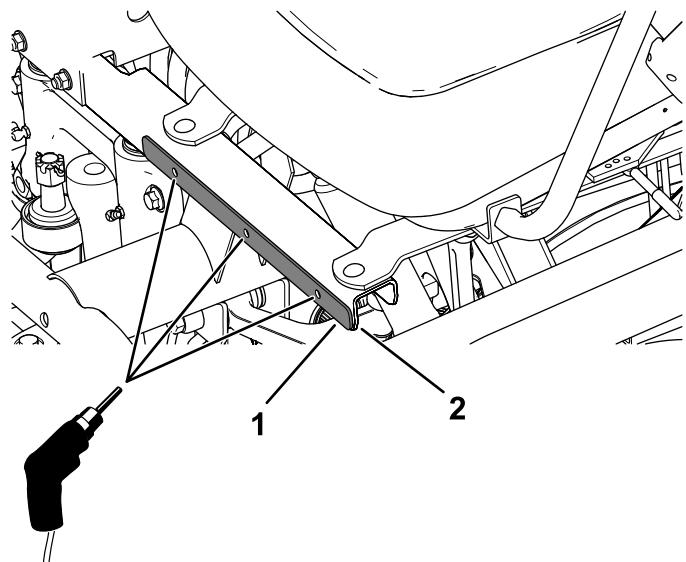

Figure 21
1. Positionnez les brides de la tôle de protection sur le bord inférieur du cadre du socle du siège, et servez-vous d'elles comme gabarit pour repérer et percer 3 trous ($5/16$ ") de chaque côté du cadre du socle (Figure 21).